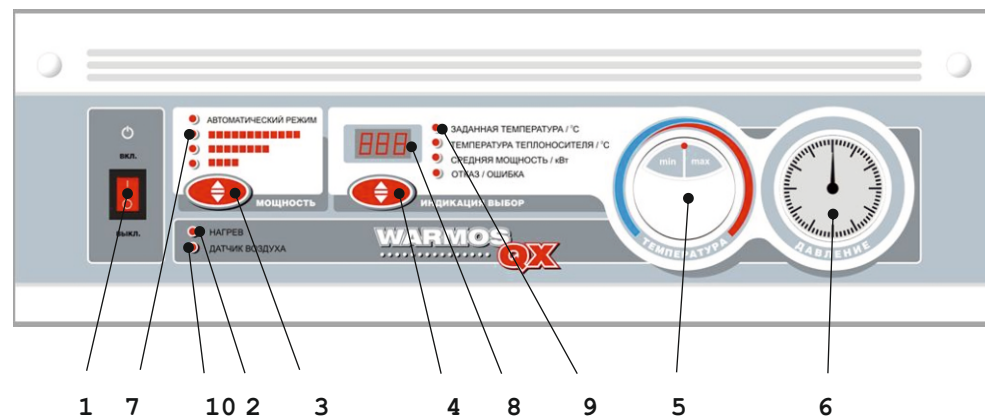

Рис. 3
4.6.1 Элементы управления расположены на панели управления Рис. 3.